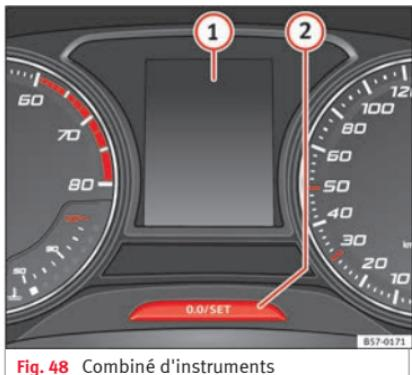

Fig. 48 Combiné d'instruments
»» **fig. 48 ①.**
Maintenez le bouton **[0.0/SET]** enfoncé pendant plus de 5 secondes pour consulter le message d'entretien »» **fig. 48 ②.**
- Éteignez le contact, appuyez sur le bouton **[0.0/SET]** »» **fig. 48 ②** et maintenez-le enfoncé.